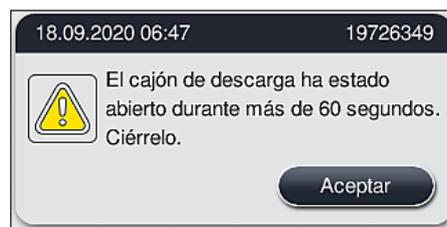

Fig. 89
- El usuario recibe un mensaje informativo (→ "Fig. 89") si el cajón de descarga permanece abierto durante más de 60 segundos.